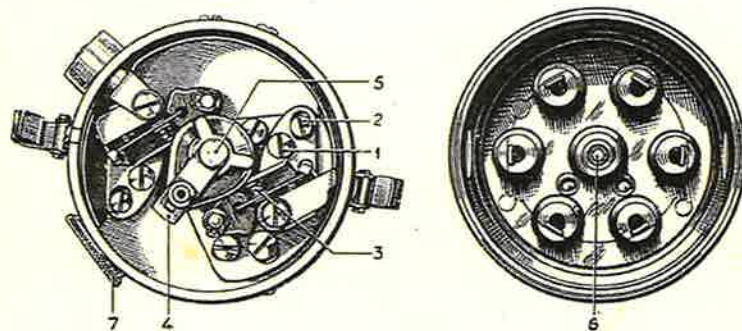

Fig. 15. - Revisione del distributore d'accensione.
40. Lubrificazione del distributore (fig. 15). — Stringere di uno o due giri il tappo di pressione dell'ingrassatore o, se è già stretto a fondo, svitarlo del tutto e riempirlo di lubrificante.